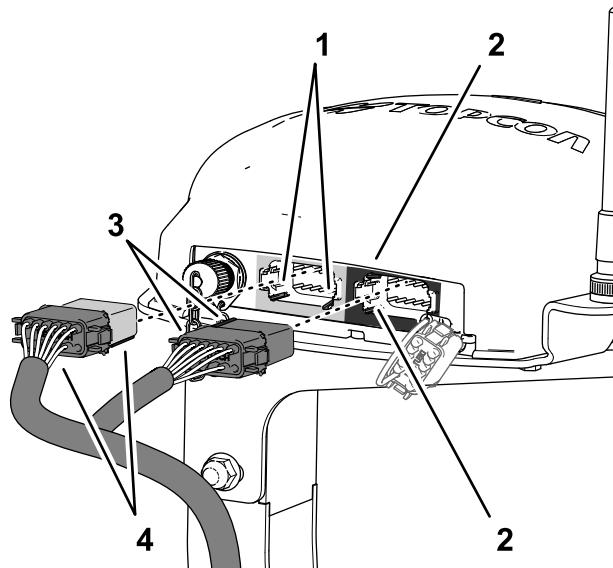

Figure 200
3. Placez les 2 détrompeurs situés sur la face longue du connecteur à 12 douilles gris et noir du faisceau de données en face des 2 rainures dans la paroi horizontale inférieure du connecteur à 12 broches gauche (gris) du récepteur de navigation (Figure 200).
4. Branchez le connecteur à 12 douilles gris et noir du faisceau de données au connecteur à 12 broches gauche (gris) du récepteur de navigation jusqu'à ce que les connecteurs s'enclenchent solidement (Figure 200).
5. Placez les 2 détrompeurs situés sur le côté court du connecteur à 12 douilles noir du faisceau de données en face des 2 rainures dans la paroi verticale gauche du connecteur à 12 broches droit (noir) du récepteur de navigation (Figure 200).
6. Branchez le connecteur à 12 douilles noir seulement du faisceau de données au connecteur à 12 broches gauche (noir) du récepteur de navigation jusqu'à ce que les connecteurs s'enclenchent solidement (Figure 200).